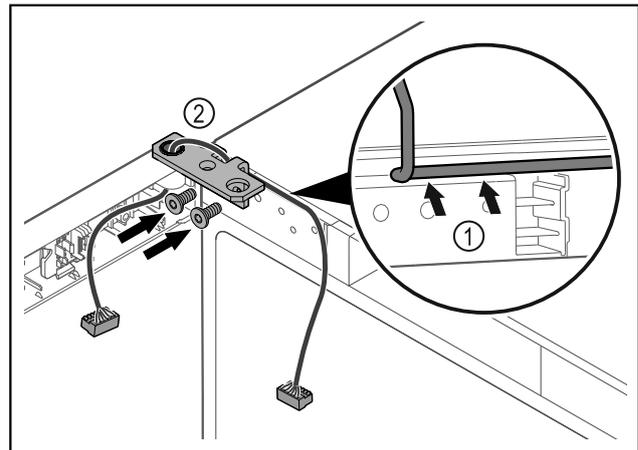

Fig. 43
- ▶ Guíe el cable a través del hueco del soporte de la bisagra y colóquelo con cuidado Fig. 43 (1).
- ▶ Atornille el soporte de la bisagra Fig. 43 (2).